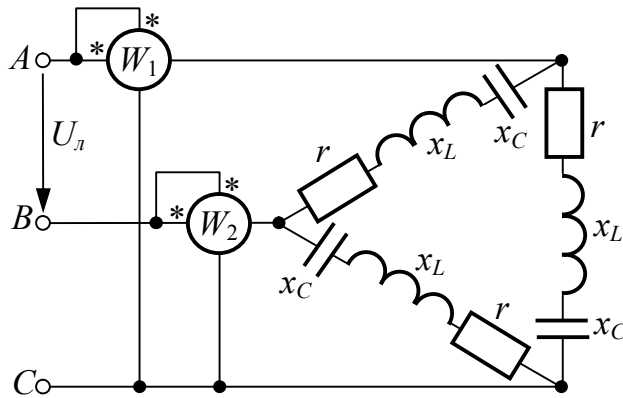

Рис.3.2
- 2) приемник соединен треугольником (рис. 3.2) и